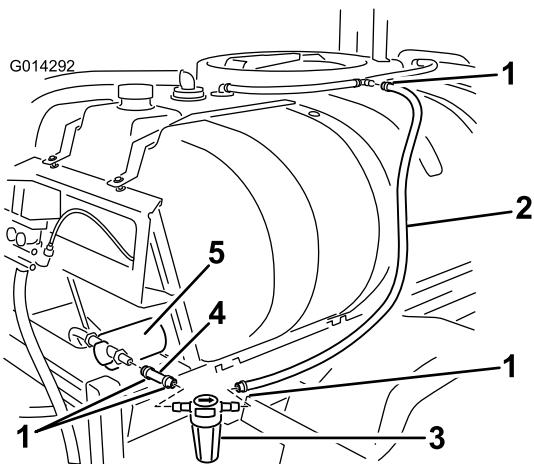

図22
- 先ほど取り付けた字フィッティングの開放端に、ホースを接続する図22。